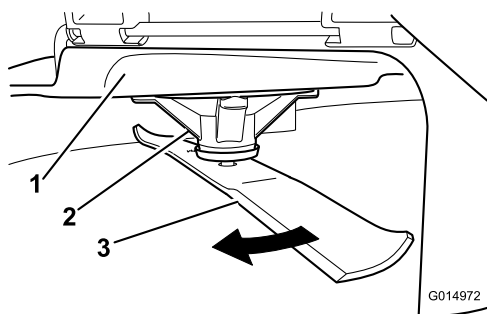

Figura 58
2. Indossando guanti dalla spessa imbottitura o altre protezioni idonee per le mani, ruotate lentamente la lama in una posizione che consenta di misurare la distanza tra il bordo di taglio e la superficie piana su cui si trova la macchina (Figura 58).